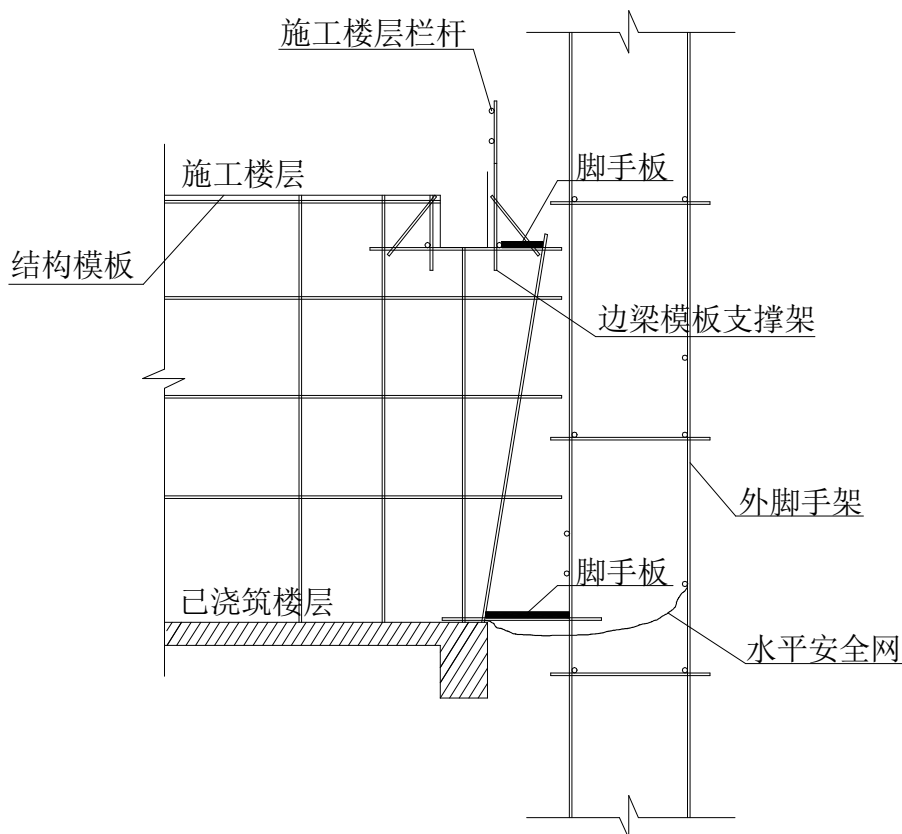

图 3
3、楼板的底模板铺设完成后，楼层临边处搭设栏杆，形成结构施工层上临时的临边防护，如图 3 所示。